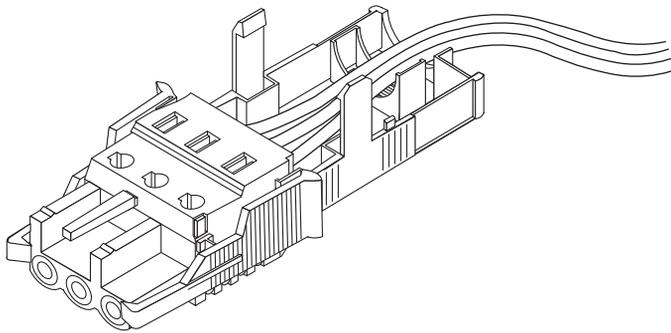

FIGURE 3-7 Fils sortant du boîtier
2. **Faites passer les trois fils provenant de la source d'alimentation CC dans l'orifice au bout de la partie inférieure du boîtier (voir la FIGURE 3-7).**